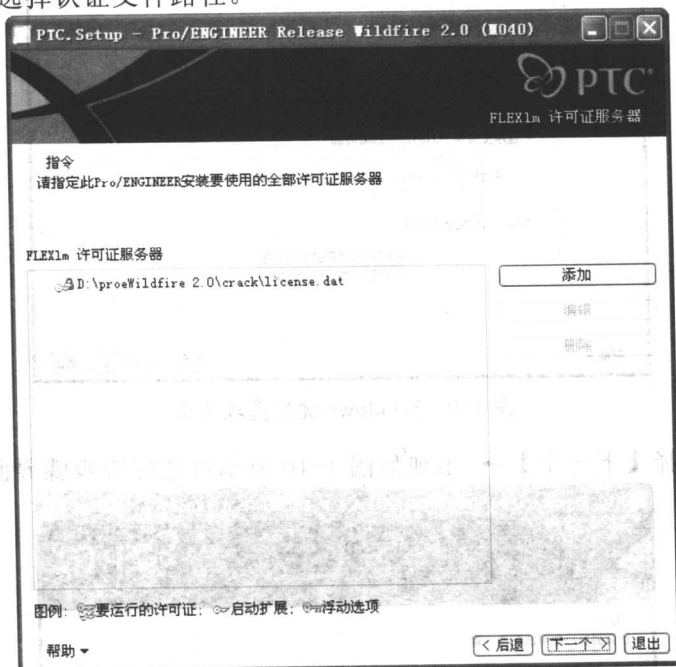
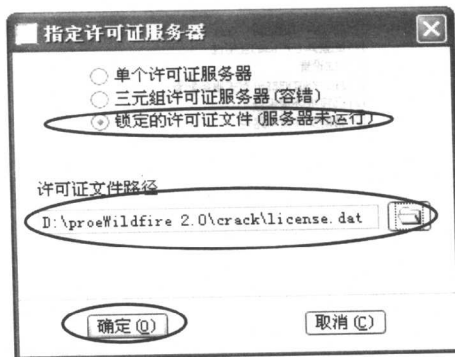

图 1-7 许可证管理器安装界面
图 1-8 许可证文件路径选择界面
11) 选择【下一个】→ 出现如图 1-7 所示许可证管理器安装界面 → 选择【添加】→ 出现【指定许可证服务器】对话框, 如图 1-8 所示。